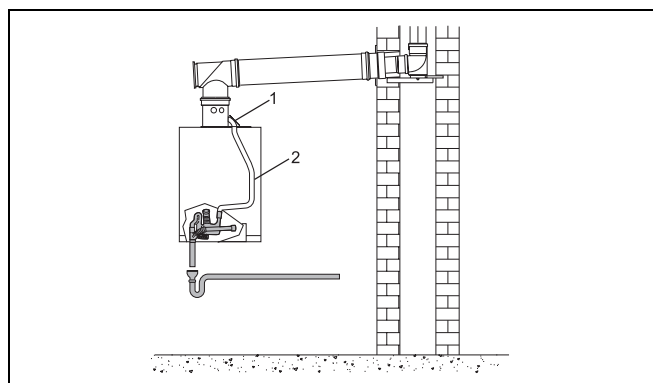

Fig. 8 Scarico della condensa in sistemi di gas combustibili in plastica e alluminio ≤ 5 m
La tubazione dei gas combustibili dispone di uno scarico integrato della condensa nel raccordo caldaia (fig. 8, pos. 2). La condensa proveniente dalla tubazione dei gas combustibili scorre attraverso il by-pass della condensa (fig. 8, pos. 1) direttamente nel sifone della caldaia.